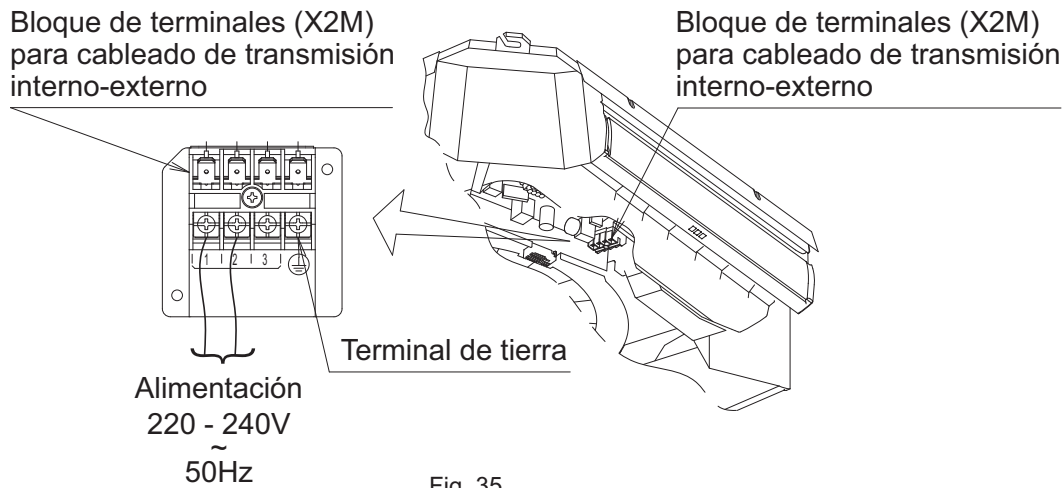

Fig. 35
1. Abra la tapa de la caja de control y conecte la alimentación de fase única al terminal (1, 2) en el bloque de terminales (X2M) para el cableado de transmisión de la unidad interior-externo, y el cableado de toma de tierra al terminal de toma de tierra. **(Consulte la Fig. 35)**